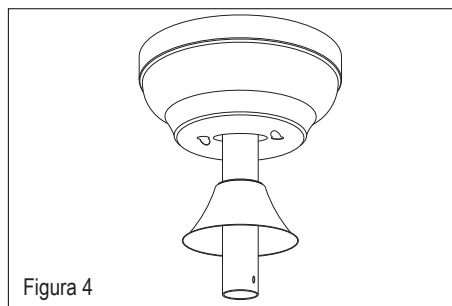

Figura 4
4. Retire y Juarde el pasador de KorTuilla y la KorTuilla de la varilla de descenso. Pase la varilla de bajada a travps de la cubierta del toldo y del acoplamiento. (figura 4)